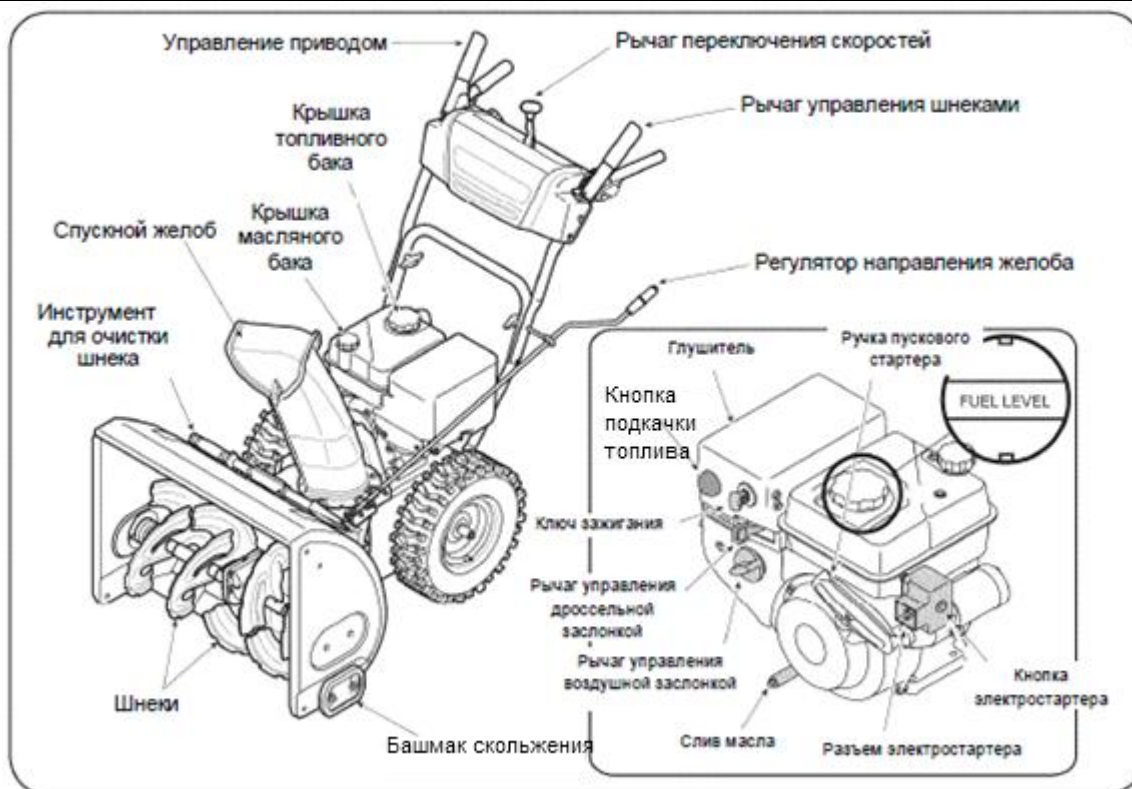

Рис. 10
Теперь, когда Вы подготовили снегоочиститель к эксплуатации, важно изучить систему его управления. (См. Рис. 10).
2. Индикатор уровня топлива расположен в топливном баке см. дополнительную вставку на Рис. 10. Наполняйте бак до тех пор, пока уровень топлива не дойдет до уровня индикатора, оставляя место для расширения топлива при нагреве.